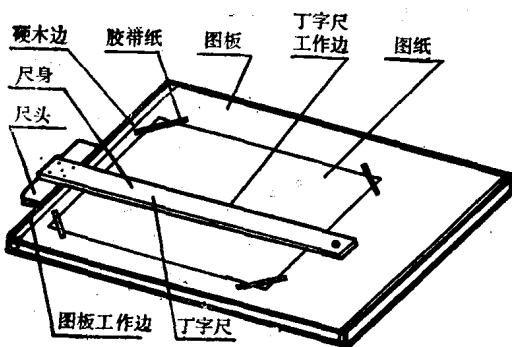

图2-1 图板与丁字尺
1. 图板 图板是用来固定图纸的，是制图的工作面。图板的面是用胶合板制成，图板的四周用硬木镶边，边框必须平直，板面应光洁平整，才能绘出规格的图线。图板的大小，根据所绘图纸的大小选用，常见的图板有0号、1号、2号三种规格（图2-1）。